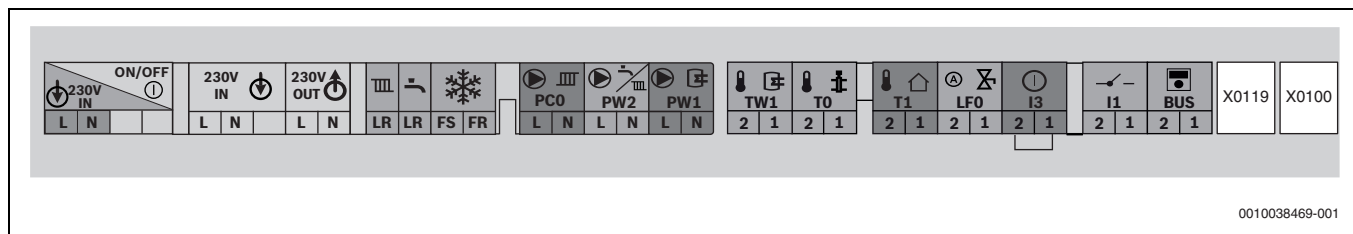

Bild 38 Klemmleiste für externes Zubehör
- ▶ Kabel an der Klemmleiste für externes Zubehör (→ Bild 38) anschließen.